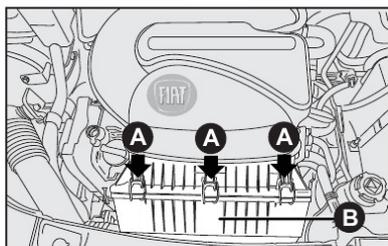

fig. 13
SUBSTITUIÇÃO - fig. 13, 14, 15 e 16
- Soltar os grampos **A-fig. 13** e retirar a tampa **B-fig. 13** pelo lado esquerdo;